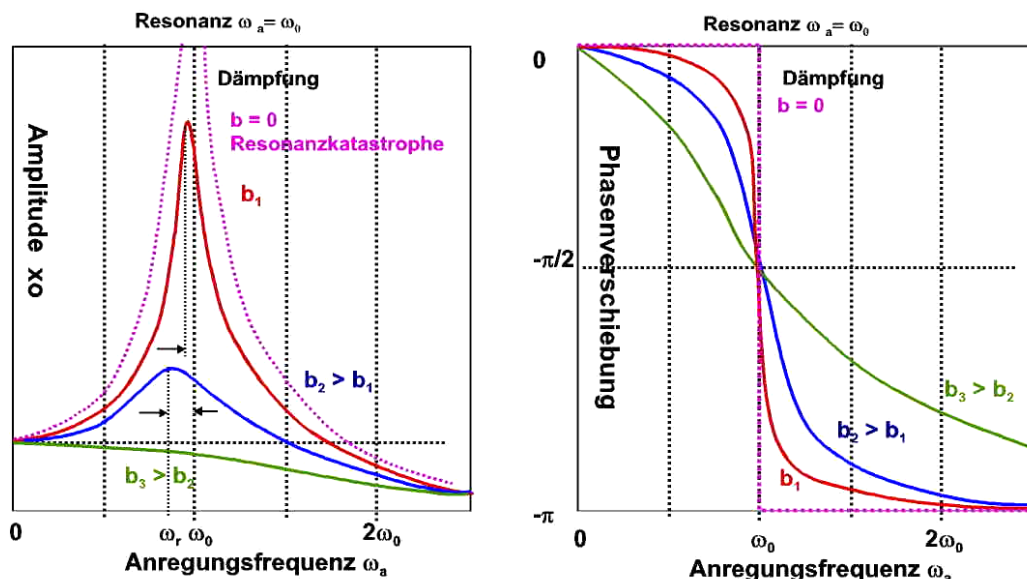

Abb.3
Neu gegenüber der freien Schwingung ist: das System schwingt nicht mit der Eigenfrequenz ω_0 , sondern mit der Frequenz ω_a der äußeren Kraft nach einer Einschwingzeit $t \gg 1/\delta$. Allerdings schwingen das System und die äußere Anregung unter Umständen mit einer Phasendifferenz φ , d.h. Oszillator und äußere Anregung können sich u.U. in gegensätzliche Richtungen bewegen. Dies ist abhängig von $(\omega_0^2 - \omega_a^2)$ wie Abb.3 unten rechts zeigt.
Neu ist auch, dass die Amplitude stark vom Term $(\omega_0^2 - \omega_a^2)$ abhängt. Sie ist maximal bei der Resonanz, d.h. wenn $\omega_0 = \omega_a$, also wenn die äußere Kraft im richtigen Takt anregt. Das schwingende System nimmt von außen Energie (Leistung) auf. Dies ist deutlich in Abb.3 für verschiedene Dämpfungsfälle zu sehen. Mit verschwindender Dämpfung behält das System immer mehr Energie, denn es gibt weniger Reibungsverluste und es kann zur so genannten Resonanzkatastrophe kommen, wenn die anregende Frequenz genau die Eigenfrequenz des Systems trifft. Dieser Fall ist in der Regel bei der Konstruktion von Fahrzeugen zu vermeiden. Anhand der beiden Abbildungen lassen sich die folgenden Grenzfälle beschreiben:
Die Breite der Amplitude $x_0(\omega_a)$ der Resonanzkurve (Gl. 17, Abb.3 links) steigt mit wachsender Dämpfung $\delta = b/2m$. Dieser Sachverhalt wird oft ausgenutzt, um δ direkt abzulesen. Das Maß hierfür ist $\Delta\omega$, die Breite (Halbwertsbreite) der Kurve. Näherungsweise gilt:
- 4.1 Fertigen Sie aus den Daten von 3.1 die Resonanzkurven $x_0(\omega_a)$ an (relative Werte für x in Volt genügen). Auf der x -Achse ist die Anregungskreisfrequenz ω_a angetragen, nicht die Motorspannung! Geben Sie eine Fehlerabschätzung an und vergleichen Sie Ihre Resonanzkurve mit den theoretischen Kurvenformen (Abb. 3). Schätzen Sie aus dem Diagramm die Resonanzfrequenz ω_r ab.
- 4.2 Tragen Sie die drei Werte der Phasendifferenz aus 3.1 in ein $\varphi(\omega_a)$ -Diagramm ein und skizzieren Sie qualitativ in das gleiche Diagramm die theoretisch erwartete Kurve aus Abb. 3 rechts. Weitere Punkte Ihrer Kurve können Sie nach Bedarf mit Gl. 20 berechnen, nachdem Sie in den Folgeaufgaben δ und die Eigenfrequenz ω_0 ermittelt haben.